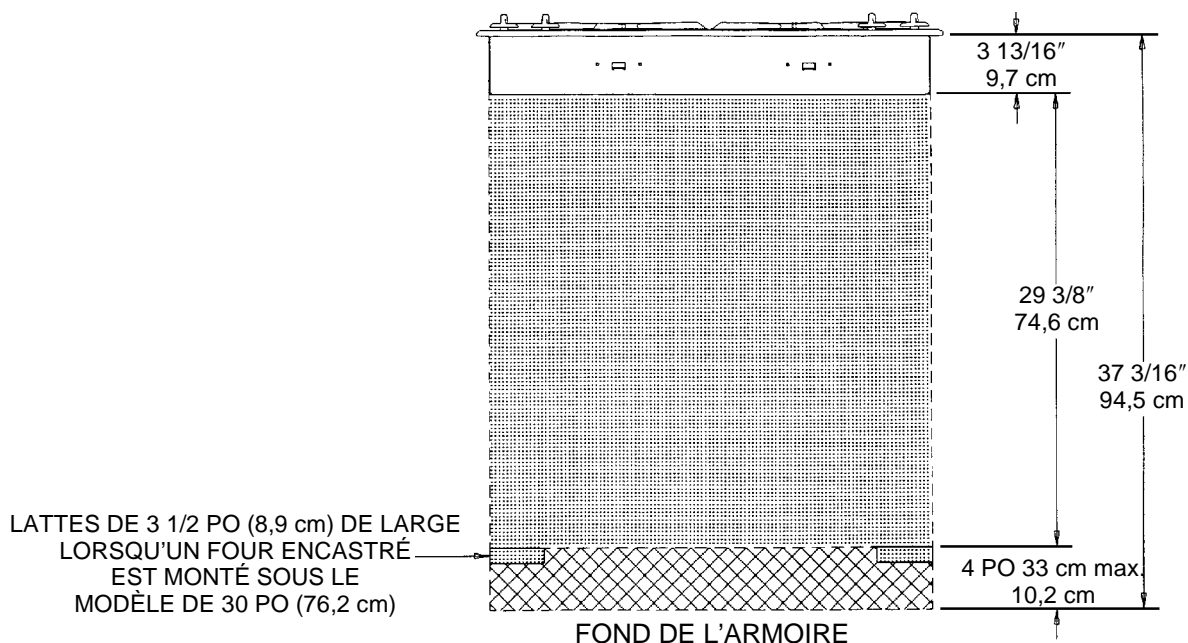

FIGURE 6
**REMARQUE 1 :** La pose de cet appareil et son raccordement au gaz et à l'électricité doivent être effectués avant la pose du four. Voir les illustrations (Informations sur le câblage électrique, page 7, figure 6) pour l'emplacement recommandé pour le raccordement à l'alimentation électrique.
Cet appareil est équipé d'un cordon d'alimentation avec raccordement à la terre. Il doit être branché dans une prise de courant reliée à la terre. Il est recommandé, pour plus de facilité, que la prise soit placée (en référence à la figure 6) tel qu'indiqué en A ou B ci-dessous :
- Si aucun autre appareil ne doit être posé sous cette plaque de cuisson dans le périmètre de la partie ombrée ou de la partie hachurée indiquée à la figure 6.
- dans la partie hachurée indiquée à la figure 6 ou
Si un four encastré doit être posé sous cet appareil et que la prise de l'appareil monté sur le comptoir doit être posée dans la partie hachurée indiquée à la figure 6 :